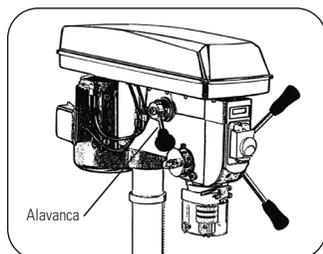

FIGURA 8.14b
- O ajuste de velocidade no modelo FSBE 16 TORK se faz pela alavanca (figura 8.14b) sem necessidade de ajustes nas correias.